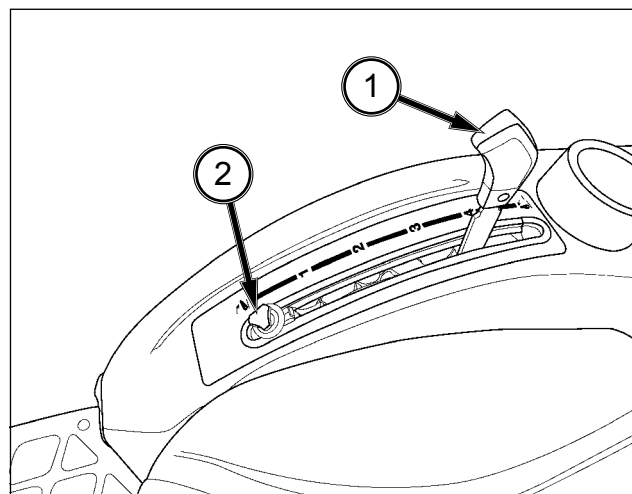

FIG. 63
FIG. 63 : Le levier du contrôle de position de l'attelage trois-points (1) maintient la position de l'attelage à une hauteur constante par rapport au tracteur. Déplacez le levier de contrôle de position (1) vers l'arrière, pour lever l'attelage (et l'équipement). Déplacez le levier vers l'avant pour abaisser l'attelage en position choisie. Chaque réglage du levier donne une position particulière à l'attelage (et à l'équipement).